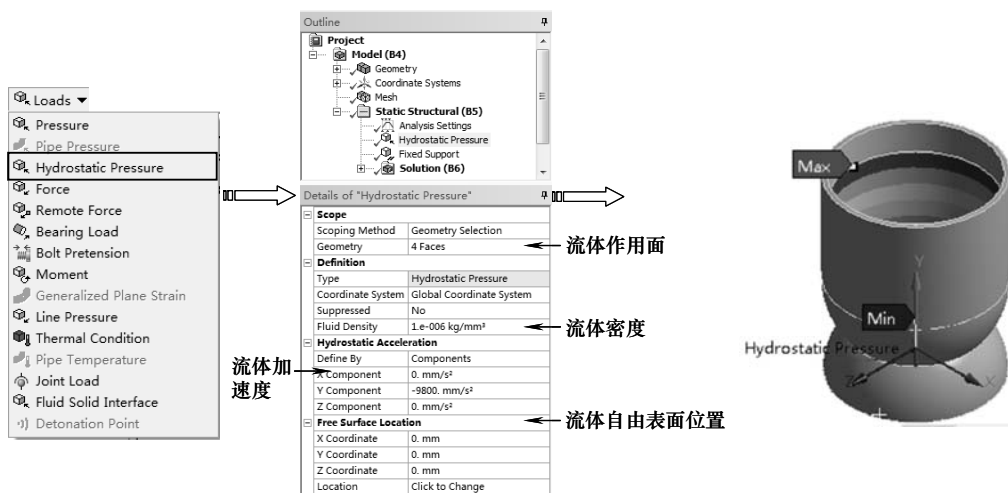

图 5-20 静水压力
- ✧ Hydrostatic Pressure (静水压力)：静水压力是指施加在面上的沿坐标轴方向变化的压力，用于模拟流体对容器的压力作用。施加静水压力时，需要指定流体密度、静水加速度（注意方向与实际方向相反）和流体液面位置，如图 5-20 所示。